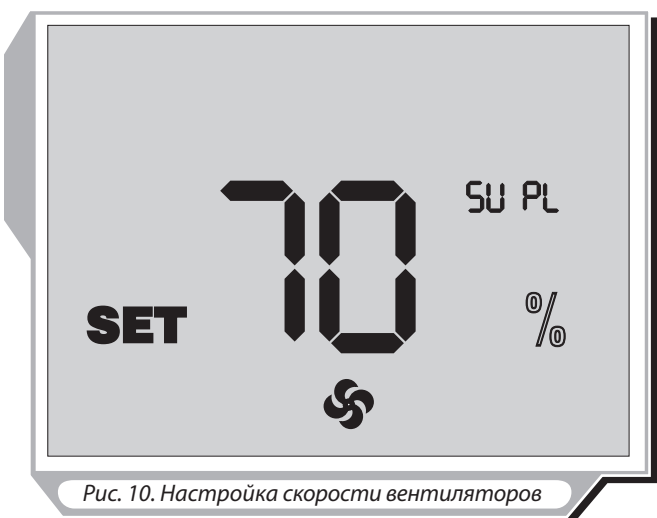

Рис. 10. Настройка скорости вентиляторов
■ Для изменения производительности приточного вентилятора нажмите и удерживайте кнопку **M**, затем нажмите кнопку **▲** для увеличения или кнопку **▼** для уменьшения скорости. Каждое нажатие кнопки **▲** и **▼** увеличивает или уменьшает скорость приточного вентилятора на 1 %. При нажатой кнопке **M** индикаторы дисплея отображают текущую производительность приточного вентилятора (рис. 10).